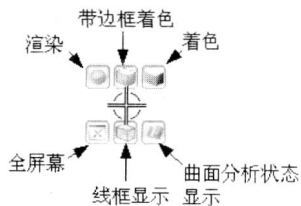

图1-2
- 按住 MB3 两秒: 弹出如图 1-2 所示的快捷菜单。